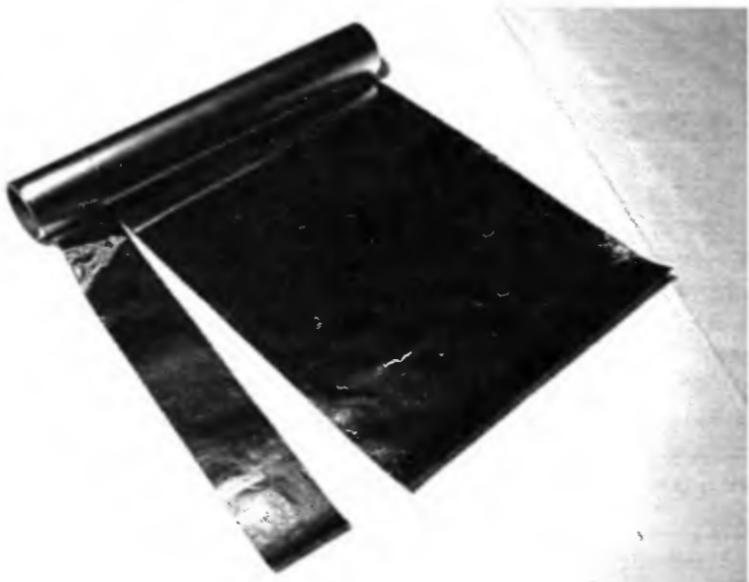

Рис. 1.15. Вырезание полосы алюминиевой фольги
5. Отрежьте полосу алюминиевой фольги (рис. 1.15) шириной 5 см и приблизительно 1 м длиной1. Эта полоса будет использоваться для нижней части подъемника.